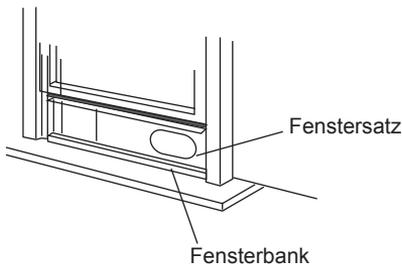

Abb. 10
3. Schneiden Sie die Schaumstoffdichtung (Klebstoffart) auf die richtige Länge zu und kleben Sie sie auf den oberen Teil des Fensters. Siehe Abb. 10